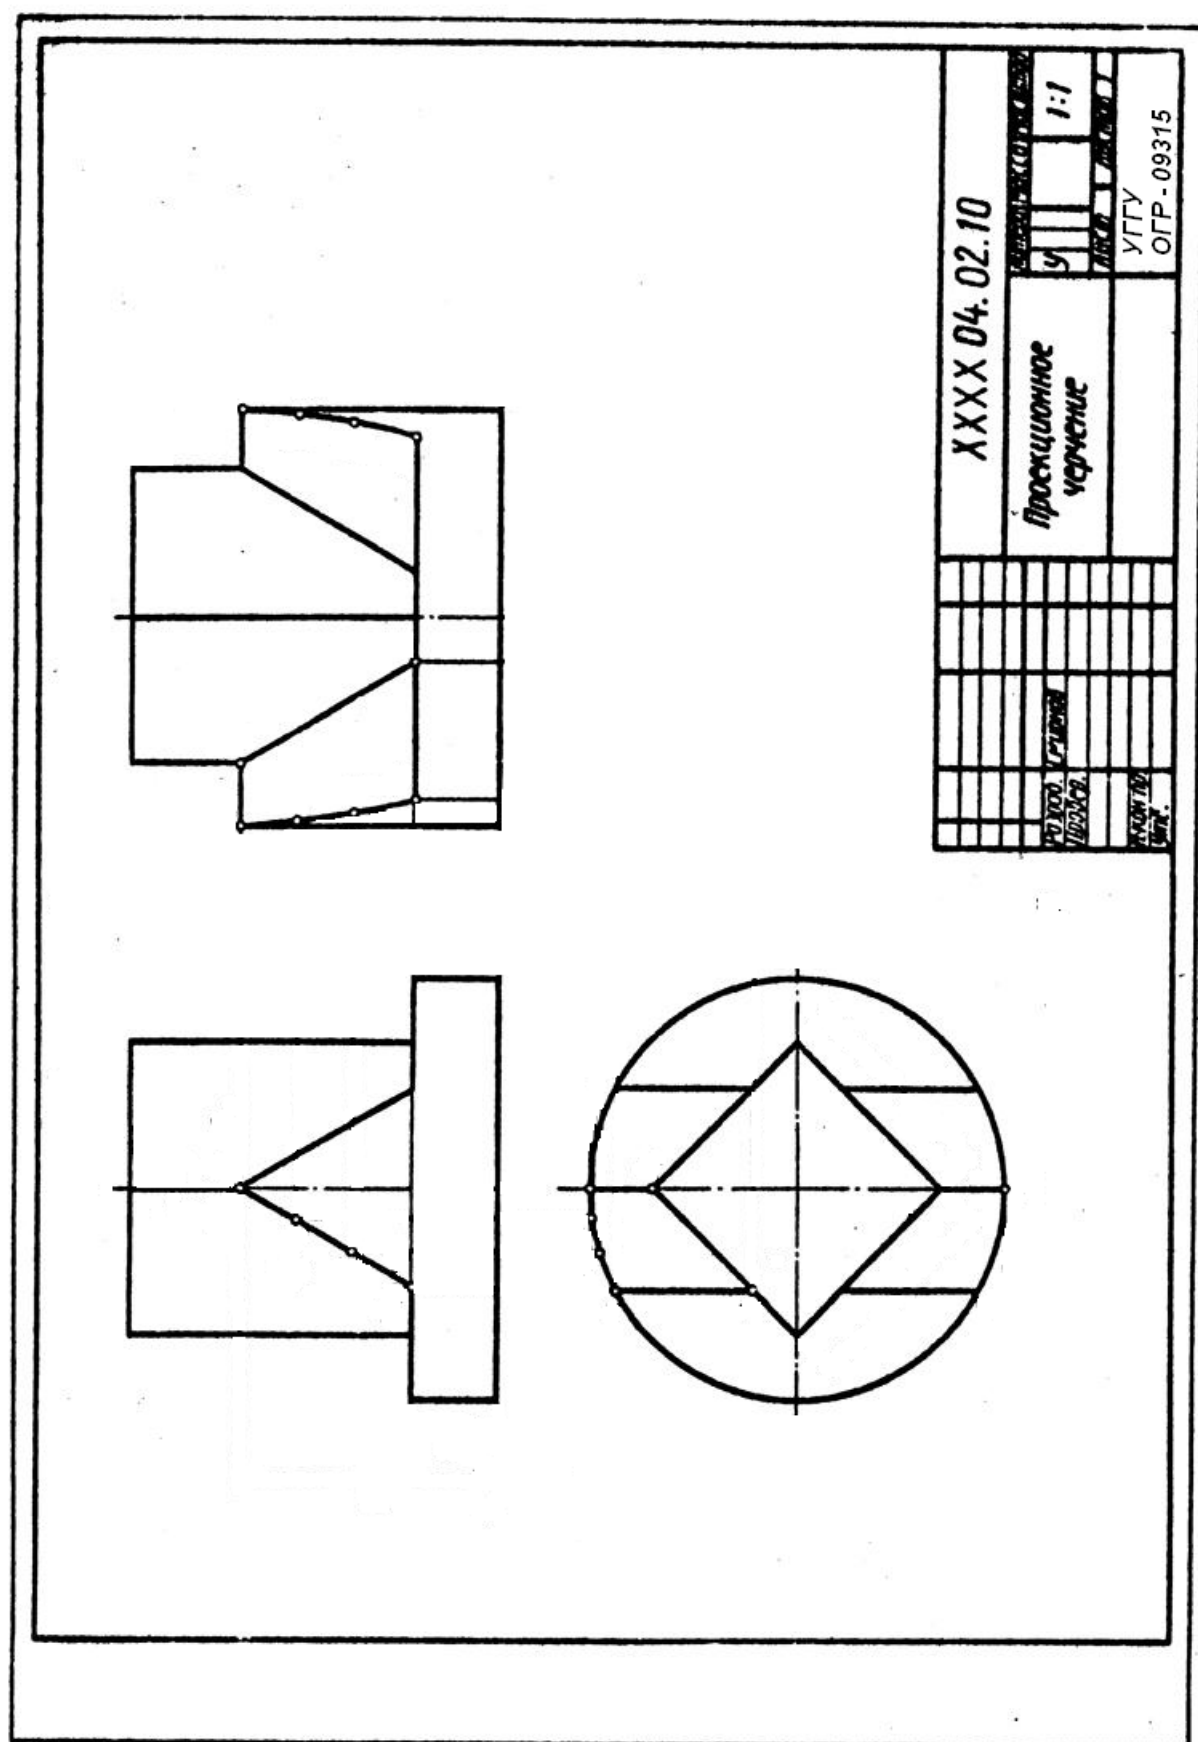

Рис. 1
2. Познакомиться с примером выполнения индивидуальным заданием по теме (рис. 1).
Задание по теме 1 дано на рис. 16 приложения 4, образец выполнения задания по теме 1 на рис. 1.